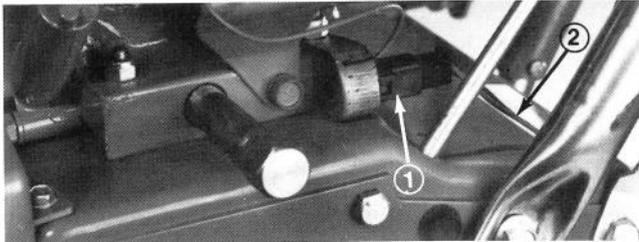

Figure 14
1. Branchez fermement les fils du mancheron sur la prise du moteur (Fig. 14).